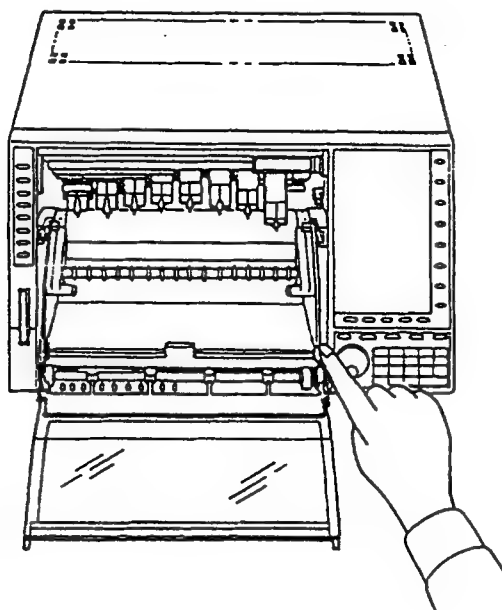

図6.10
- (11) 記録紙収納ユニットの突出部分を本体の支え溝に掛け、ユニットを本体側に押し、カチッと音がするように固定します (図6.10)。
- (10) ユニットの突出部分を本体の支え溝に掛け、ユニットを本体側に押し、カチッと音がするように固定し、スケールを元にもどします (図6.10参照)。
- (11) 電源をON状態にし、本体正面パネル左側のFEEDボタンを押し、記録紙を3折れ分以上受け部に送り、正常に送られているか確認してください。なお、記録紙を手動で空送りした場合もFEEDボタンを押し動作を確認してください。